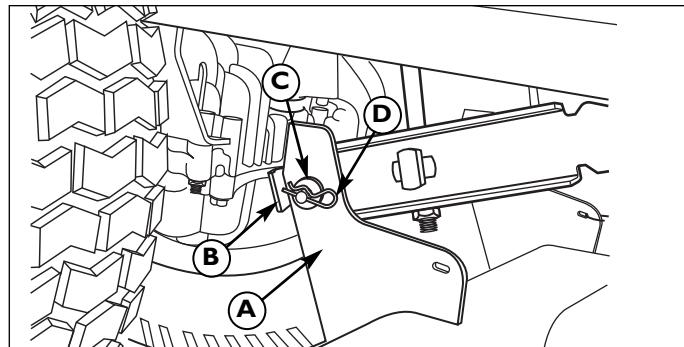
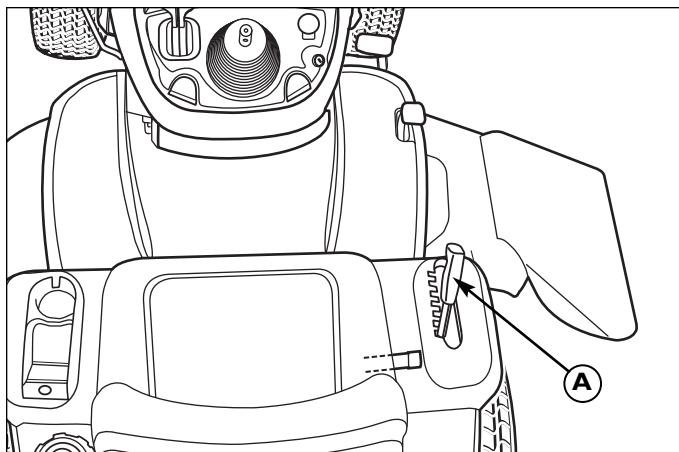

Figura 4. Brazos de elevación
Figura 7. Cómo subir y bajar el cortacésped
4. Retire la horquilla (D, Figura 4) y la arandela (C). Desconecte las placas elevadoras del cortacésped (A) de las palancas elevadoras del tractor (B). Vuelva a instalar las arandelas (C) y las horquillas (D) para evitar pérdidas.
2. Coloque el mecanismo de ajuste de altura del cortacésped (B, Figura 7) en la posición de corte más baja. Coloque la palanca elevadora del cortacésped en la posición más baja. Deslice la plataforma del cortacésped bajo el lado derecho del tractor de modo que el enganche del cortacésped quede alineado con el enganche delantero del tractor.
3. Gire las ruedas hasta que queden rectas. Suba el soporte colgante del cortacésped (C). Introduzca la barra (B) en el soporte colgante del cortacésped (C) y los soportes del cortacésped (D). Sujete con la pinza de seguridad (A).
4. Vuelva a instalar las horquillas (D, Figura 4) y las arandelas (C) en las placas elevadoras del cortacésped (A) y en las palancas
La altura de corte del cortacésped se regula mediante una palanca elevadora (A, Figura 7). La altura de corte cuenta con siete posiciones entre aproximadamente 3,2 y 10 cm (1 1/4 pulg. y 4 pulg.).